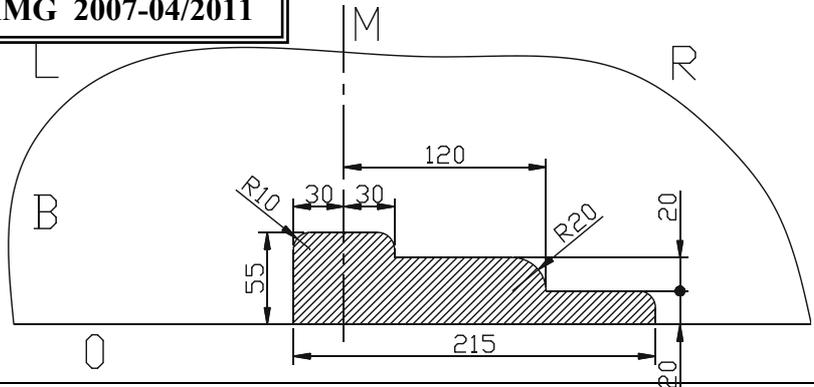

Fig. 2 = Mercedes E Coupé (C207) AMG
3. Die Zellgummis (5) auf die Vorderseite der Kupplung kleben mit einem Zwischenabstand von 150 mm.
4. Die Anhängerkupplung mit den Punkten (B) gegen die Hinterseite vom Fahrzeug bringen und über die Trägerarmen schieben, die Abdichtung (4) zwischen Fahrzeug und Anhängerkupplung bringen. Zwischen den Punkten (C) und (D) von Anhängerkupplung und den Punkten (C) und (D) von den Trägerarmen, das Zwischenstück (3) einbringen, **Bolzen und Ritzels hier entlang der Unterseite anbringen, sehen Sie Zusammensetzungszeichnung.** Alle Bolzen und Ritzel anbringen und **alles** entsprechend der Drehmomentenvorgabe festziehen.
5. In der Unterseite der Stoßstange einen Ausschnitt machen gemäß Bild 1 für Mercedes C W204 Baujahr 2007 – 04.2011 (Fahrzeuge ohne LED-Tagesbeleuchtung), **kein** Ausschnitt notwendig bei Mercedes C W204 ab 04.2011. Ausschnitt gemäß Bild 2 für Mercedes E Coupé (C207), Ausschnitt gemäß Bild 3 für C Coupé C204, Ausschnitt gemäß Bild 4 für Mercedes E Coupé/Cabrio ab 06.2013 – Nachher Stoßstange wieder an Fahrzeug montieren.